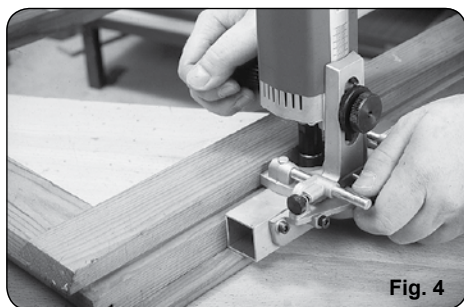

Fig. 4
3. Ranurado en ventana y puerta por lado cierre (Fig. 4).